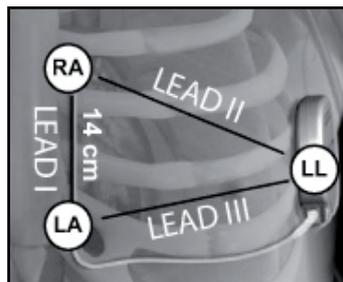

Figure 2: Placement of ECG Leads
1. Placez les électrodes cutanées d'électrocardiogramme (ECG) standard conformément à la figure 2, afin de stimuler les trois vecteurs de mesure utilisés par l'appareil.
- L'électrode de la jambe gauche (JG) doit être placée sur un emplacement latéral, au niveau du 5e espace intercostal sur le long de l'axe axillaire médian.
- L'électrode du bras gauche (BG) doit être placée à 1 cm à gauche du xiphoïde du patient.
- L'électrode du bras droit (BD) doit être placée 14 cm au-dessus de l'électrode BG, 1 cm à gauche sur le côté de marge sternale.